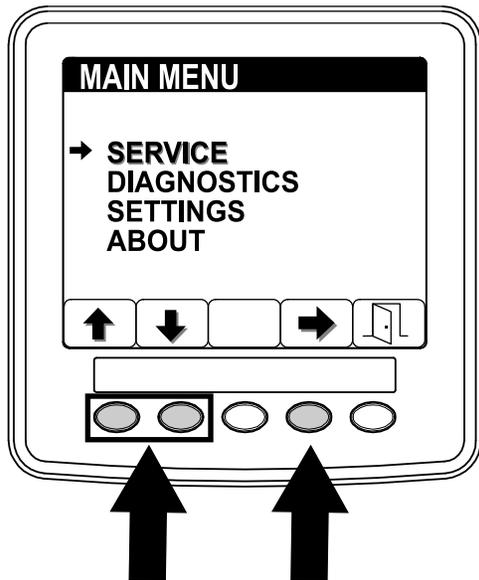

図 66
1. メインメニュー画面から、ボタン1または2を押して整備SERVICEメニューが出たらボタン4でSERVICEメニューに入る 図 66。